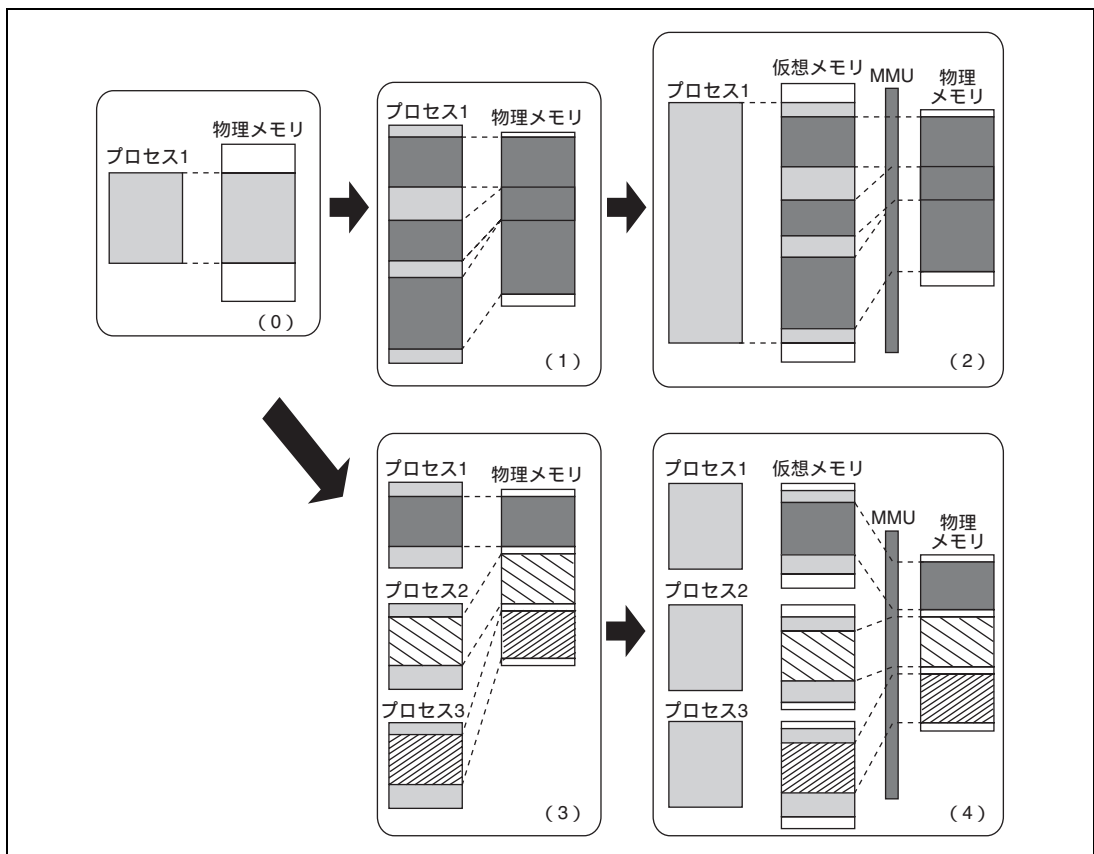

図 7.1 MMU の役割
MMU とは物理メモリを有効に利用するために考え出された機能です。図 7.1 (0) に示すように、プロセスのサイズが物理メモリより少ない場合、プロセスのすべてを物理メモリへマッピングすることが可能です。しかしプロセスのサイズが増大し、物理メモリに収まらない場合、プロセスを分割して実行に必要な部分を随時物理メモリへマッピングする必要が生じます (図 7.1 (1))。この物理メモリへのマッピングをプロセス自身が考えながら実行している場合は、プロセスにかかる負担が増大します。この負担を軽減するために物理メモリへのマッピングを一括して行おうとして生まれた考え方が仮想記憶方式です (図 7.1 (2))。仮想記憶方式では物理メモリに比べて十分に大きな仮想メモリを用意します。プロセスはこの仮想メモリにマッピングされます。このためプロセスは仮想メモリ上での動作だけを考えていけばよくなります。仮想メモリから物理メモリへのマッピングには、MMU が用いられます。通常、OS が MMU を管理しており、プロセスが必要とする仮想メモリを円滑に物理メモリへマッピングできるように物理メモリの入れ換えを行います。物理メモリの入れ換えは 2 次記憶などの間で行われます。
こうして生まれた仮想記憶方式は、複数のプロセスが同時に走行するタイムシェアリングシステム (TSS) の上で威力を発揮します (図 7.1 (3))。TSS 上で走行する複数のプロセスが、おのおの物理メモリへのマッピングを意識しながら動作していたのでは効率上がりません。この効率を上げ、各プロセスの負担を減らすために仮想記憶方式は使われます (図 7.1 (4))。この仮想記憶方式ではプロセスごとに仮想メモリが割り当てられます。MMU は複数の仮想メモリを効率よく物理メモリへマッピングする働きをします。さらに、あるプロセスが別のプロセスの物理メモリに誤ってアクセスしないように、MMU には記憶保護の機能も備わっています。